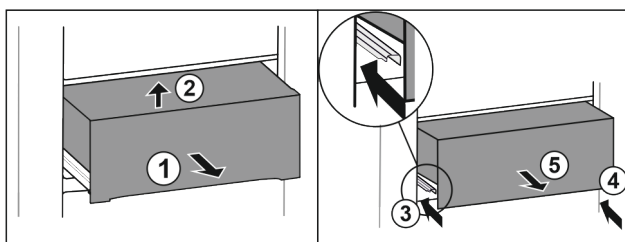

Fig. 32
- Zásuvku napůl vytáhněte Fig. 32 (1).
- Vpředu nadzvedněte Fig. 32 (2).
- Zasuňte levou kolejničku Fig. 32 (3).
- Zasuňte pravou kolejničku Fig. 32 (4).
- Zásuvku odeberte směrem dopředu Fig. 32 (5).